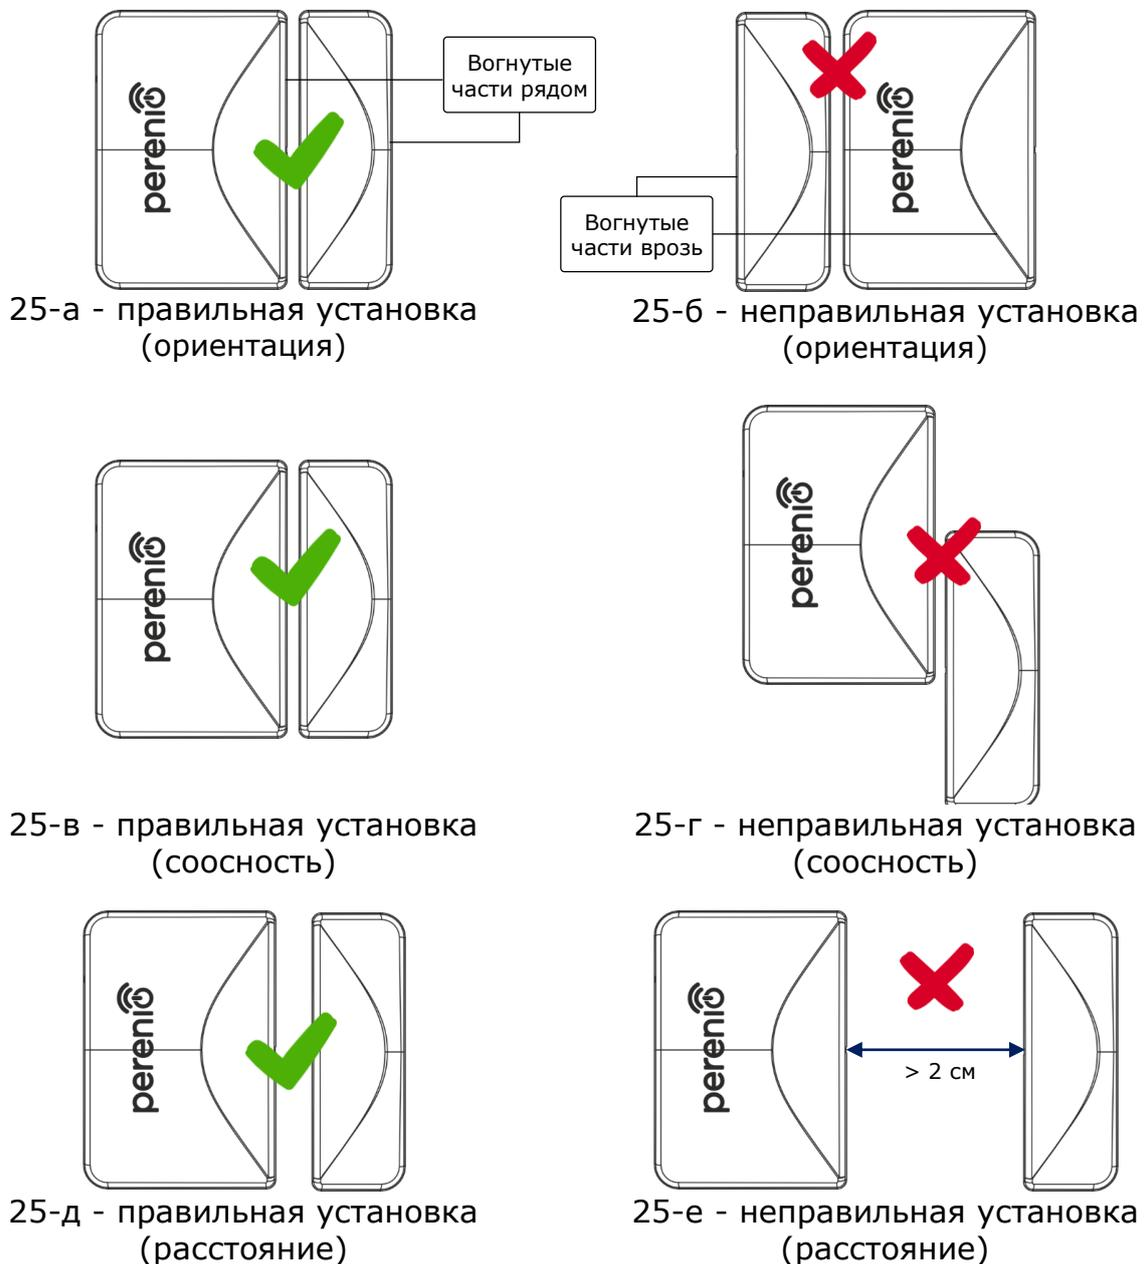

Рисунок 25 – Правила установки датчика и магнита
- а. приклеить ленту 3М на съемную крышку датчика и прикрепить ее на дверное полотно или оконную раму (см. рис. 25-а). Можно также смонтировать датчик на дюбель.
ВНИМАНИЕ! Устанавливать датчик и магнит требуется таким образом, чтобы вогнутые части их корпусов находились рядом (см. рис. 25-а ниже).